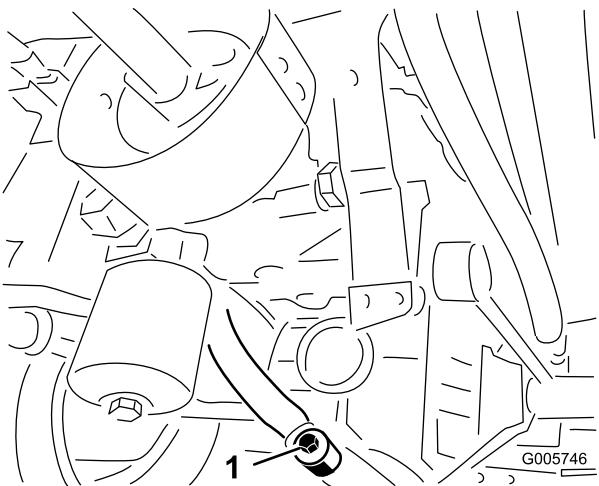
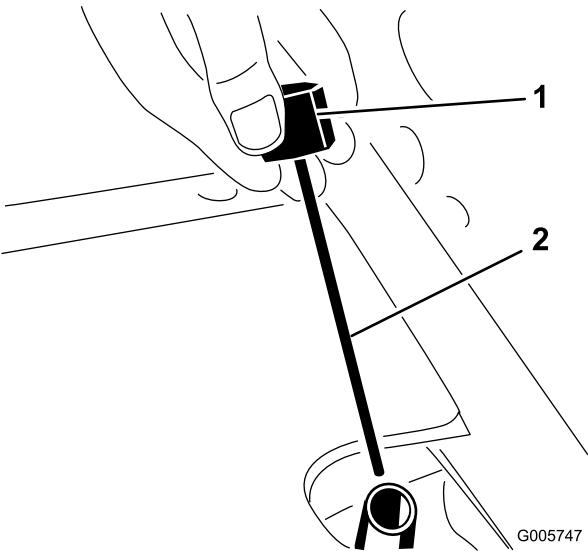

Figura 77
Figura 78
4. Retire o tampão de escoamento do encaixe entre o revestimento do eixo e o filtro de óleo, deixando que o fluido passar para o recipiente de drenagem (Figura 77).
6. Volte a montar o tampão de escoamento entre a caixa do eixo e o filtro (Figura 77).
7. Retire a vareta do tubo de enchimento do eixo (Figura 78) e encha o eixo até ao nível correcto, utilizando um fluido hidráulico correcto; consulte a tabela acima.
9. Aguarde mais dois minutos, retire a vareta e verifique o nível de fluido existente no eixo (Figura 78). Se o nível estiver baixo, adicione fluido até que o nível atinja a marca existente na vareta (Figura 78). Se o nível for demasiado alto, retire o tampão de escoamento (Figura 77) e esvazie o fluido até que o nível fique alinhado com a marca na vareta.